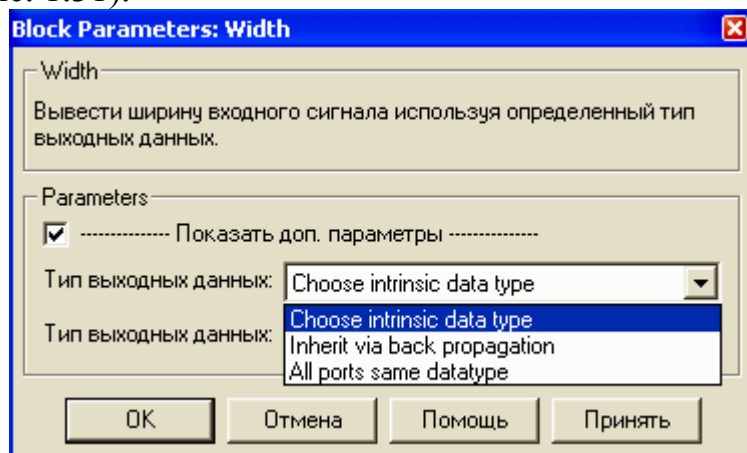

Рис. 1.31. Окно параметров блока Width
6. Блок Width (Размер) определяет длину векторного сигнала, который поступает на его вход. Значение размерности выводятся непосредственно на изображении блока. Настраиваемых параметров блок не имеет (рис. 1.31).
Окно состоит из двух частей: в левой имеется список всех входных сигналов, а в правой – выбранных (селектированных) сигналов, которые будут выдаваться на выход. В данном случае выбран только первый сигнал, но можно выбрать все. Для выбора того или иного сигнала следует выделить его в левом окне (рис. 1.31) и нажать кнопку «Select >>» (Выбрать >>). Флажок Mixed output (Объединенный выход) позволяет наблюдать описание сигналов на выходе селектора. Кнопки Up (Вверх) и Down (Вниз) позволяют переносить вверх/вниз выделенный в правой части окна сигнал и, таким образом, менять порядок сигналов на выходе блока Bus Selector. Кнопка Remove удаляет выделенный сигнал из окна выбранных, а кнопка Refresh (Обновить) очищает окно выбранных сигналов.